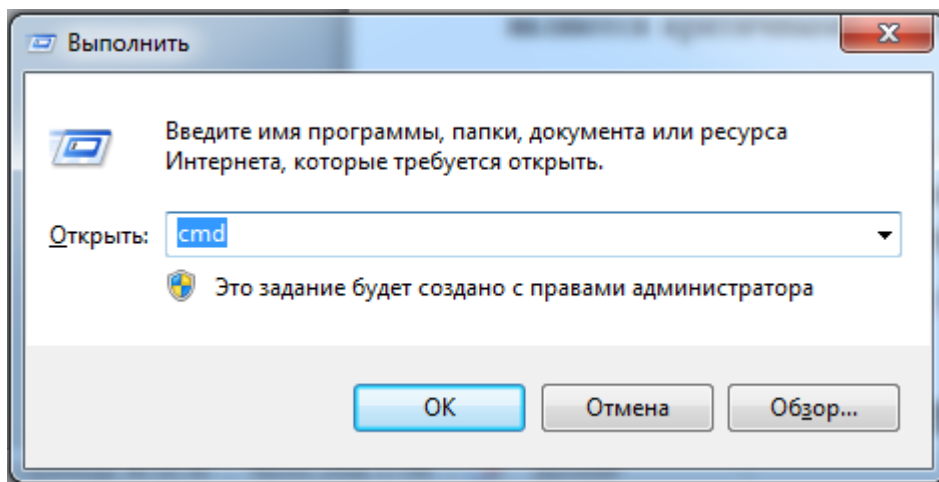

Рисунок 35. Окно «Выполнить»
- нажать «**Win+R**» и в появившемся окне «**Выполнить**» в поле «**Открыть**», см. Рисунок 35, ввести «**cmd**»: